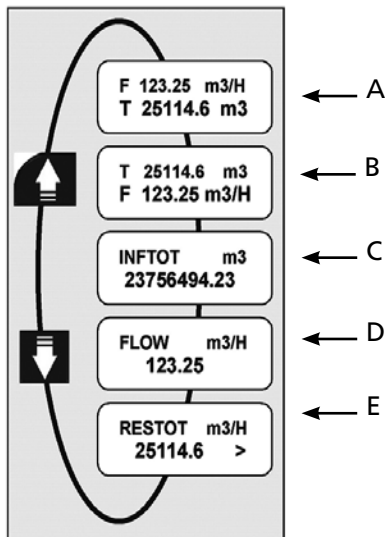

Figura 12 - Nivel de Vista
3. Para seleccionar el ítem que usted quiere ver, oprima las flechas HACIA ARRIBA o HACIA ABAJO (Figura 12).